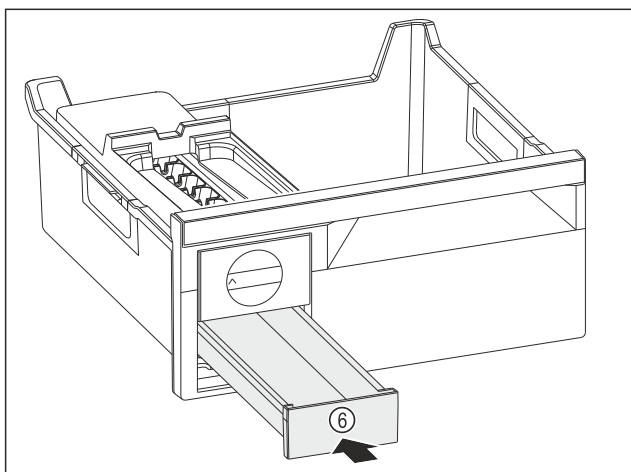

Fig. 149
- ▶ Zasuňte zásuvku na kocky ľadu Fig. 149 (6).